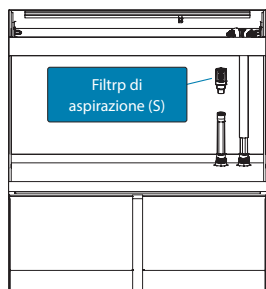
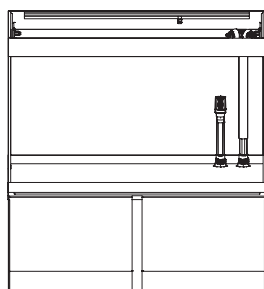

Fig. 5
Fig. 6
4. Inserire la griglia di aspirazione (S) sullo stelo connettore (A) (Fig. 5). Il risultato finale è mostrato nelle Fig. 6 e 7.